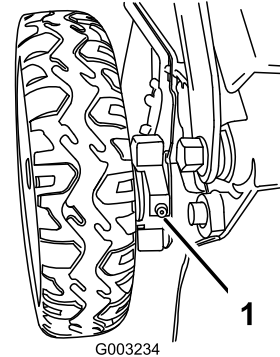

Figura 46
1. Con un cencio pulito tergete i raccordi d'ingrassaggio, situati appena all'interno delle ruote posteriori (Figura 46).